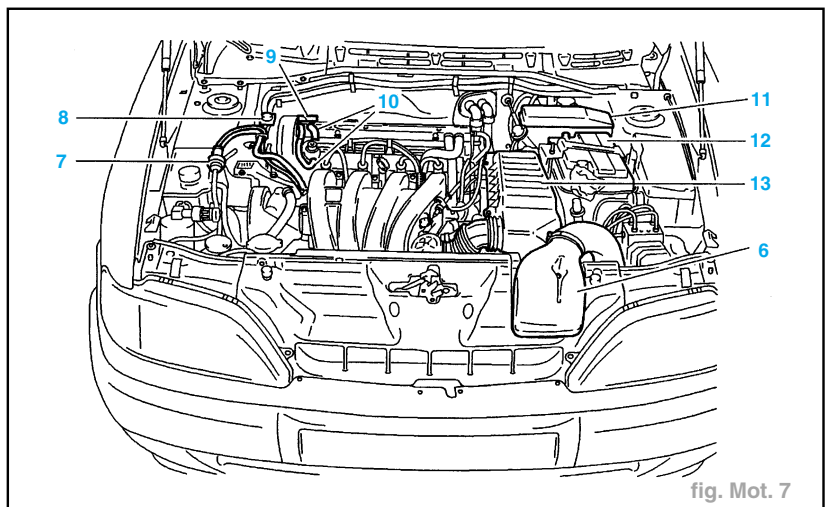
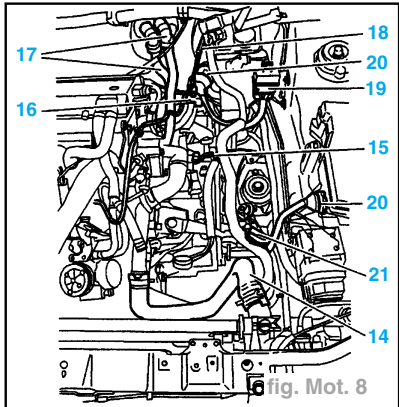
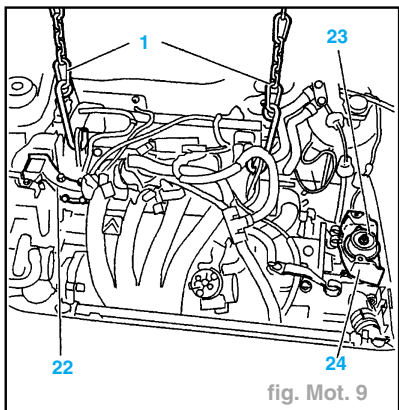

fig. Mot. 7
fig. Mot. 8
fig. Mot. 9
- la batterie (12) (figure Mot. 7).
- le calculateur d'injection (11).
- l'ensemble filtre à air (13).
- le couvercle (9).
- le conduit de filtre à air (6).
- les durits d'arrivée et de retour carburant (10).
- l'interrupteur à inertie (8) (couper le collier plastique de maintien)
- l'électrovanne de purge canister (7).
- Désaccoupler le câble d'accélérateur (13).
- les alimentations positives (21) de la borne de la batterie (figure Mot. 8).
- le câble de masse (15).
- la durit (14).
- la liaison d'assistance de freinage (18).
- les durits encliquetables d'aérotherme (17).
- Élinguer le moteur (à l'aide de l'outil (1) 2517T-bis).
- le support moteur droit (22) (figure Mot. 9).
- le silentbloc gauche (23).
- Poser le support de silentbloc gauche (24) (figure Mot. 9).
- le support moteur droit (22).
- Déposer l'outil (1).
- les durits encliquetables d'aérotherme (17) (figure Mot. 8).
- la durit de canister (7) (figure Mot. 7).
- la sonde à oxygène (16).
- les faisceaux (20).
- le relais double d'injection (19).
- l'interrupteur à inertie (8).